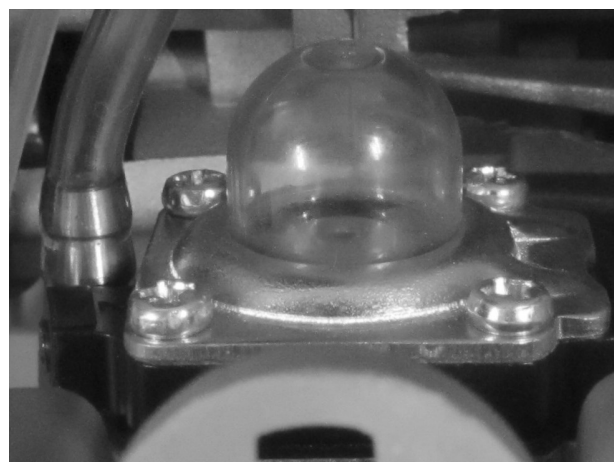

Рис.6
3. Нажмите на ручной топливный насос 7-10 раз, до появления в нем топлива. Насос находится в нижней части карбюратора под корпусом воздушного фильтра (Рис.6)